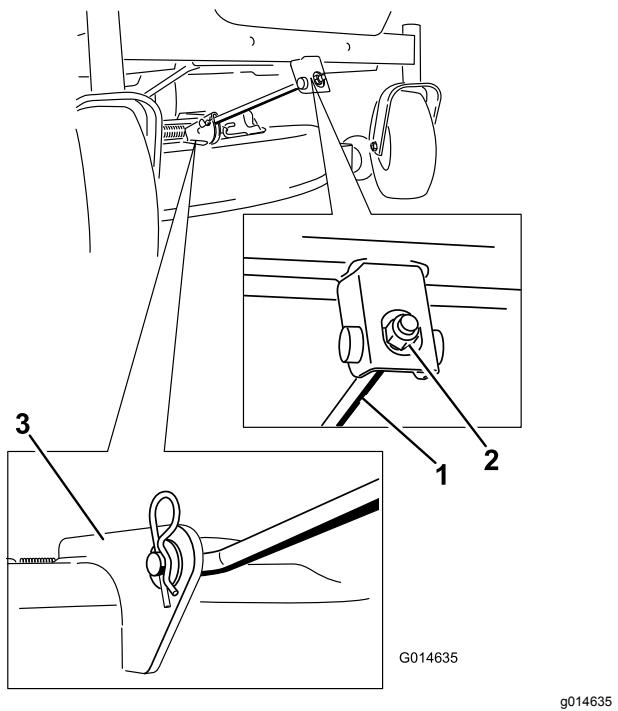

Figura 69
5. Retire la chaveta de la varilla de soporte delantera y retire la varilla del soporte de la carcasa (Figura 69).
- Conecte la varilla de soporte delantera a la carcasa de corte con el pasador y la chaveta (Figura 69).